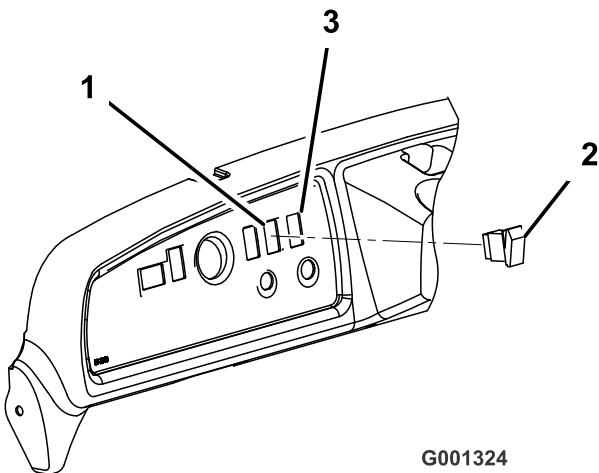

Figura 6
- Estraete la spina dal cruscotto a destra del piantone dello sterzo e sopra l'interruttore a chiave (Figura 6).
5. Spingete la paletta superiore dell'interruttore di sollevamento del pianale per allungare l'attuatore (Figura 6).
6. Allineate la paletta superiore in posizione a ore 12 e inserite l'interruttore di sollevamento del pianale nell'apertura sul cruscotto (Figura 6).